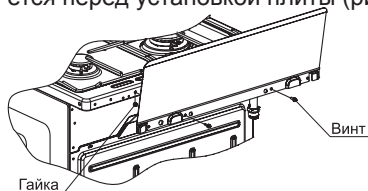

рис. 1
■ Модели плит, не имеющие крышку стола, комплектуются щитком, который закрепляется перед установкой плиты (рис. 1).
■ **Установка щитка** на плиты моделей GM241 001, GM241 101. Установку щитка производить путем крепления к столу двумя винтами и гайками (см. рис. 1). Винты и гайки для крепления щитка находятся в пакете с комплектующими.